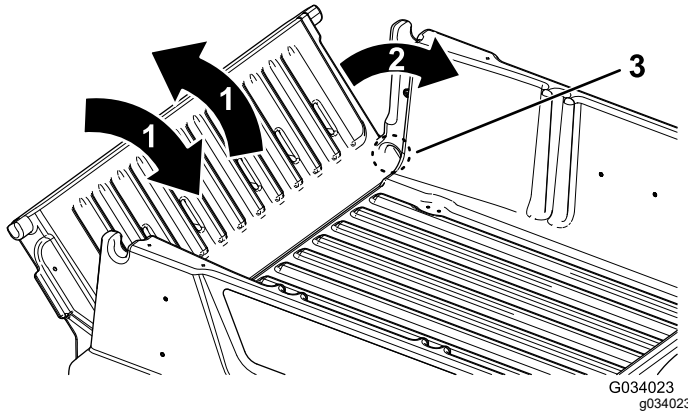

Figure 19
2. Inclinez le hayon à environ 45° (Figure 19).
3. Agitez légèrement le hayon pour le faire pivoter d'avant en arrière plusieurs fois (Figure 19).